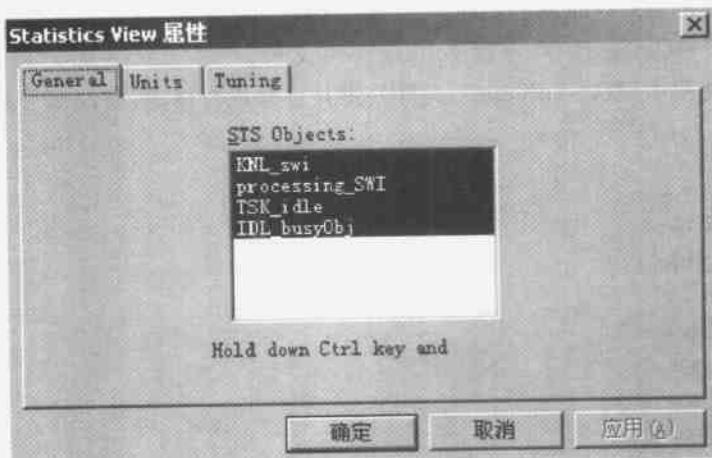

图 7.31 Statistics View 窗口
- (1) 执行菜单命令 DSP/BIOS->Statistics View, 将弹出一个 Statistics View 窗口, 在 Statistics View 窗口右击, 在弹出的菜单中选择 Property Page, 如图 7.31 所示。
- (2) 在 RTA 控制面板上, 选中 enable SWI accumulators。
- (3) 如果程序已中止运行, 按 F5 键运行程序。
- (4) 观察 Statistics View 中的最大值, SWI 的统计数据是用指令周期来表示的。实际的